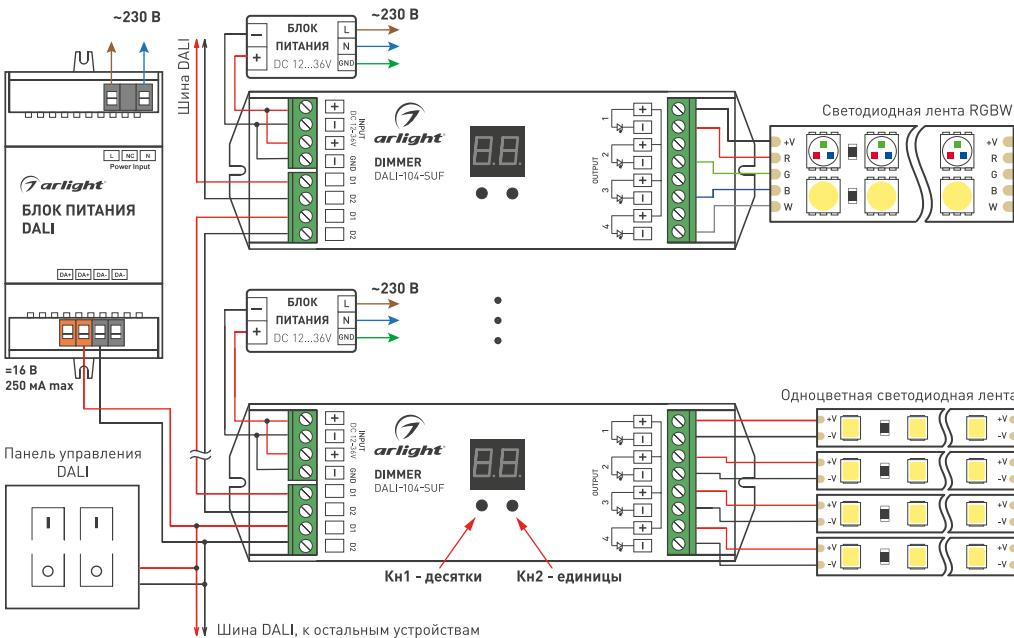

Рисунок 1. Схема подключения диммера для использования с одноцветной и RGBW-лентой.
3.3. Подключите светодиодную ленту или другой совместимый светодиодный источник света к выходу SEC диммера, соблюдая полярность и порядок подключения проводов [Рис. 1].